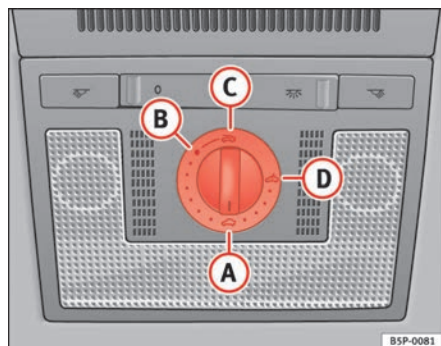

Fig. 70 Detalle del revestimiento interior del techo: mando giratorio del techo corredizo / deflector
- Gire el mando a la posición **A** ⇒ fig. 70 ⇒ **⚠**.